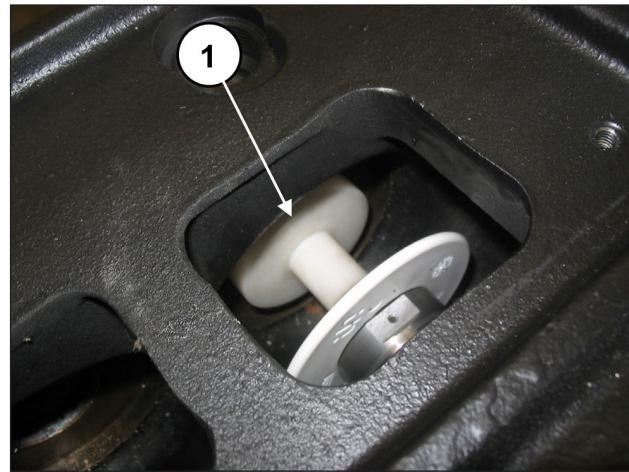

图 123
在活塞导承和活塞(位置①，图 123)之间插入代码为27516600的缓冲垫。